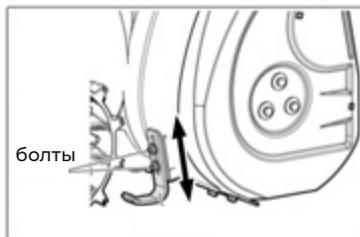

Рис. 22
3. Ослабьте болты крепления ограничительных башмаков и отрегулируйте их таким образом, чтобы клиренс шнека соответствовал рекомендуемому для конкретных условий. Отрегулируйте одинаково положение правого и левого ограничительного башмака. Затяните болты (рис. 22).